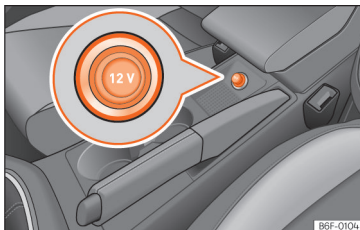

Fig. 134 Tomada de corrente de 12 Volts do veículo.
- Retire a tampa da tomada de corrente situada na consola central >>> **Fig. 134.**